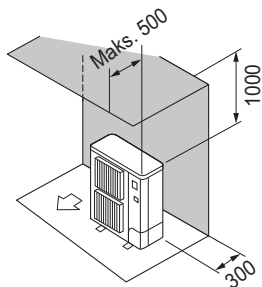

Fig. 3-6
- ② Kun forhindringer bagved og ovenover (Fig. 3-6)